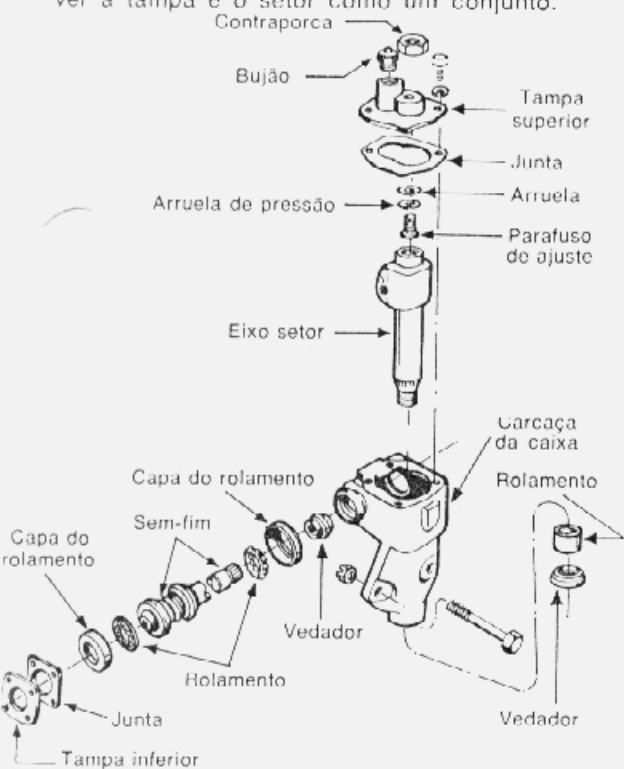

fig. 3 — mecanismo da direção
4. Remover os parafusos que fixam a tampa do eixo setor (fig. 3) à carcaça. Em seguida, remover a tampa e o setor como um conjunto.